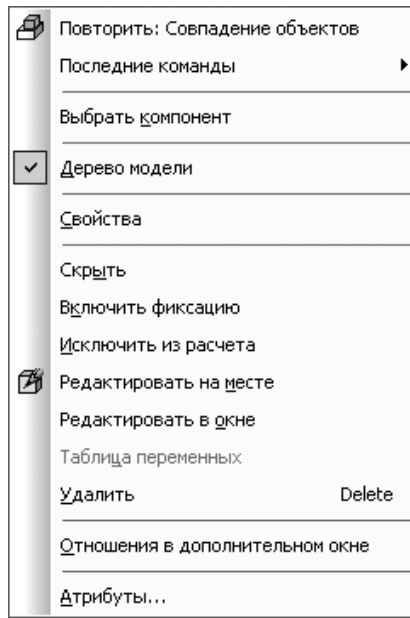

Рис. 6.97. Контекстное меню выделенного компонента сборки
- щелкните в всплывающем меню по пункту **Параметры**. Появятся разнесенные компоненты и соответствующая **Панель свойств: Разнести компоненты** (см. рис. 6.97);
- щелкните в окне сборки правой кнопкой мыши. Появится контекстное меню (см. рис. 6.97).